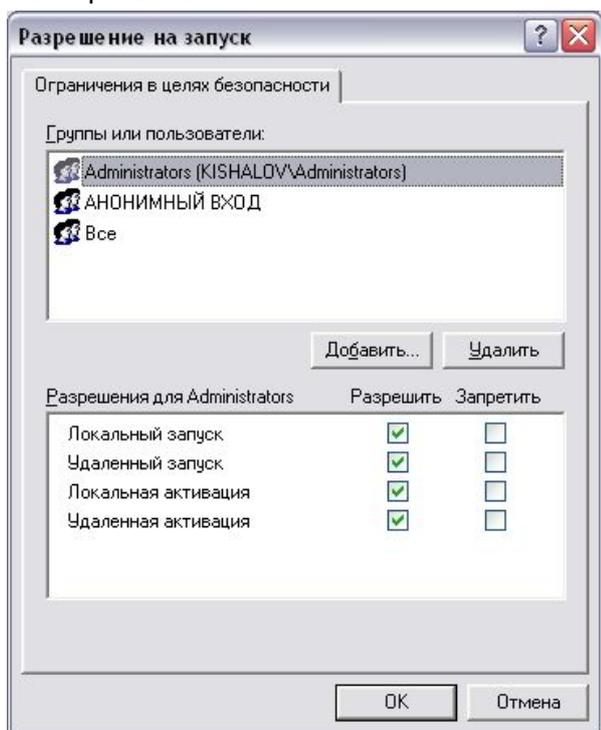

Рис. 14 Настройка DCOM – Разрешение на запуск и активацию. Ограничения
3.6. Нажать кнопку ‘Разрешение на запуск и активацию’ – ‘Изменить ограничения...’ (Рис. 14). Повторить п.3.2-3.4.